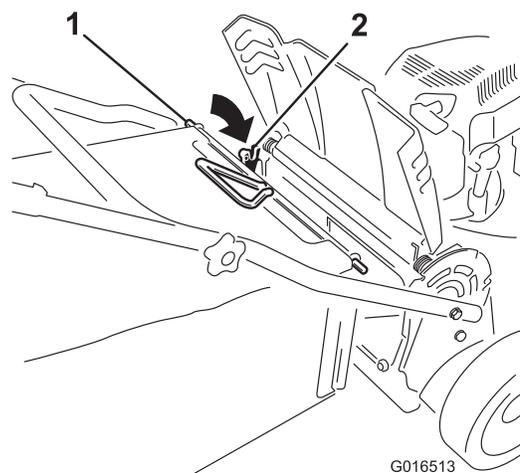

Figure 26
3. Placez la tige du bac dans les crans à la base du guidon et agitez le bac d'avant en arrière pour vous assurer que la tige est bien engagée au fond des deux crans; voir Figure 26.